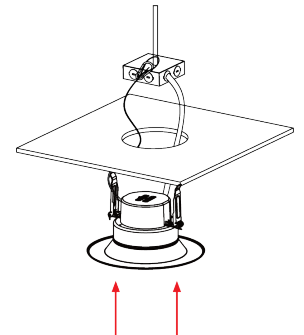

Fig. 14
2. Serrer les deux clips du boîtier afin qu'ils soient en position verticale, puis insérer le luminaire dans l'ouverture (Fig. 14).